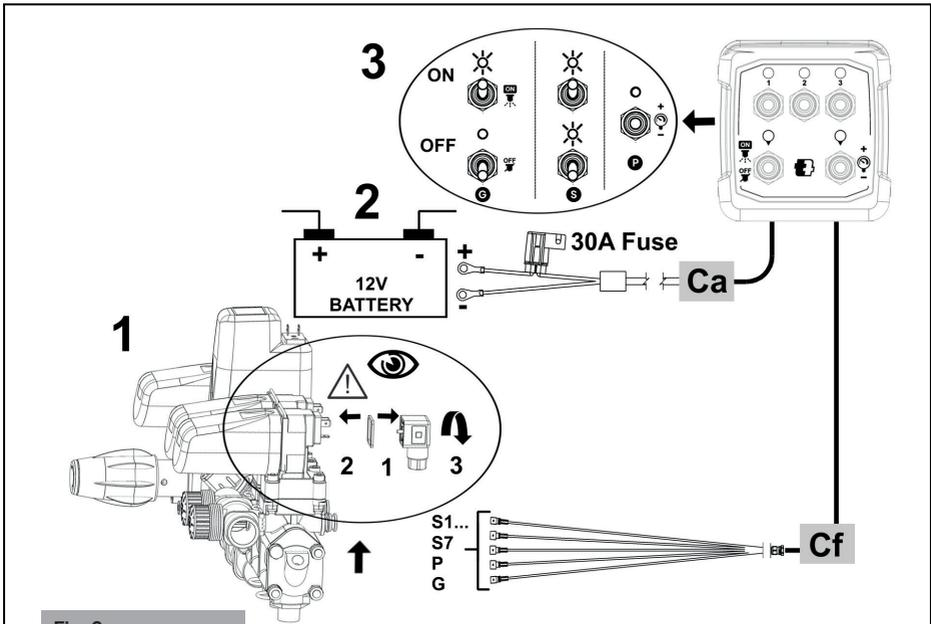
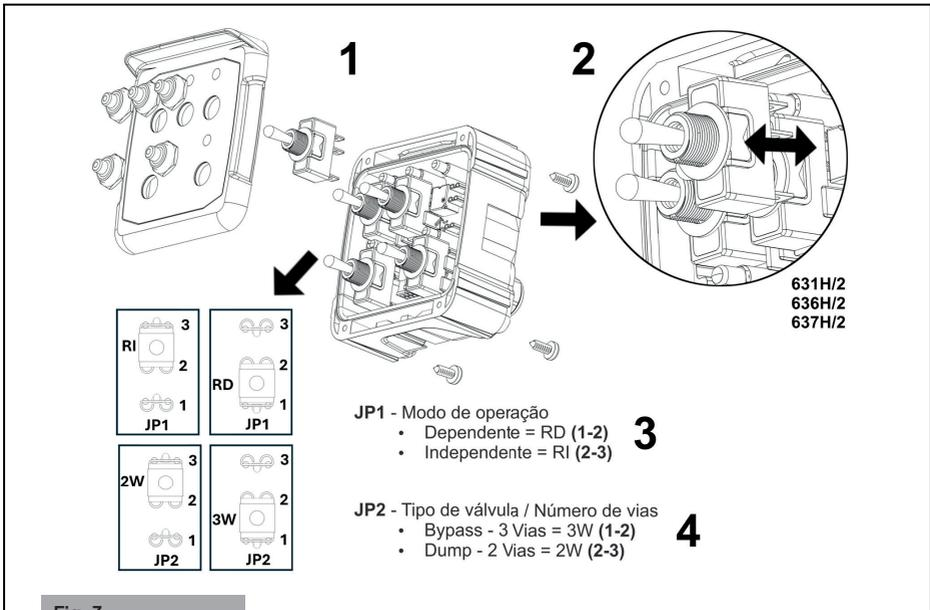

Fig. 2
Fig. 3
### Conexión a las válvulas (Fig. 2)
### Cable de alimentación – Ca (Fig. 2)
3. Conecte el terminal de ojal M8 del cable rojo (puerto de fusible de 30A) al Positivo “+” y el cable negro al Negativo “-” de la batería (2, Fig. 2).
## OPERACIÓN (Fig. 2, Fig. 3 y Tabla 1)
**(4, figure 3)** \*Abre o cierra la válvula general (BYPASS - 3 vías).
**(3, figure 3)** \*RI: La apertura y cierre de las válvulas de sección son independientes de la posición del interruptor G. Para usar con unidades de control con válvula general (BYPASS).